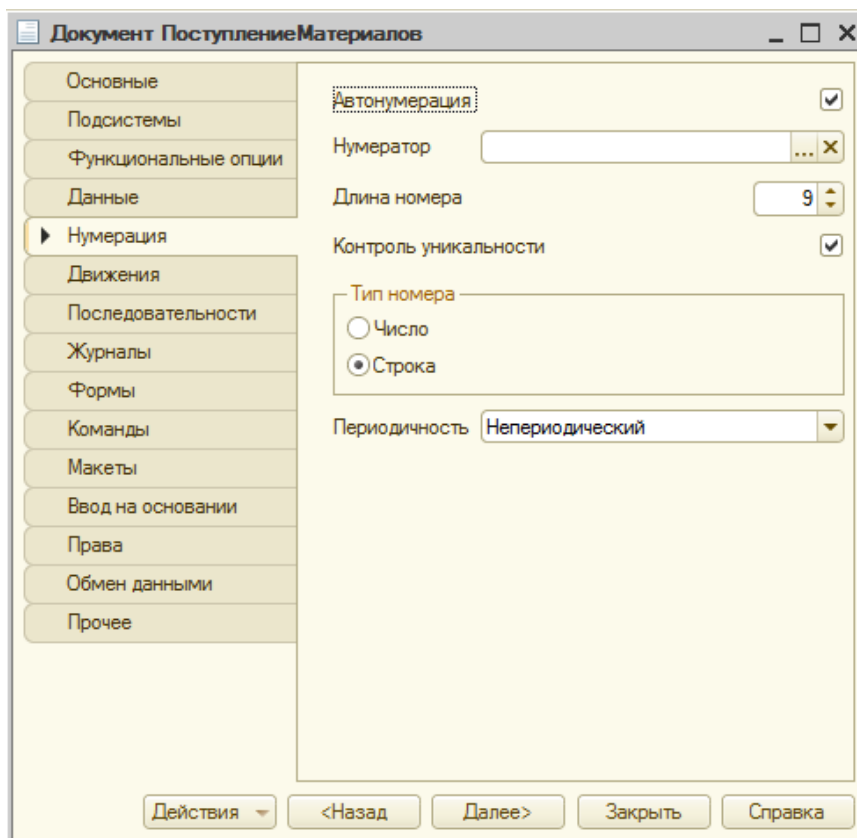

Рисунок 11.2- Настройка параметров нумерации документа
2. На закладке **Нумерация**, Рисунок 11.2., можно задать параметры нумерации документов.